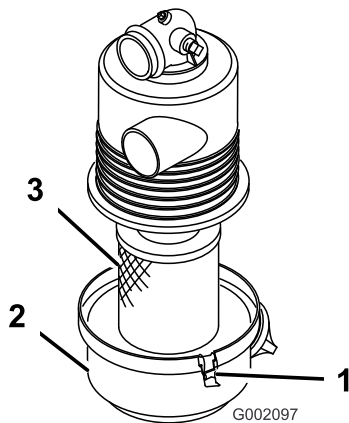

Figura 24
2. Verificate la presenza di danni nel filtro dell'aria, che potrebbero causare una perdita d'aria. Accertatevi che il coperchio sia ermetico attorno al corpo del filtro dell'aria (Figura 24).
3. Rilasciate i fermi che fissano il coperchio del filtro dell'aria al relativo alloggiamento (Figura 24).
4. Separate il coperchio del filtro dell'aria dal relativo alloggiamento e pulite l'interno del coperchio (Figura 24).